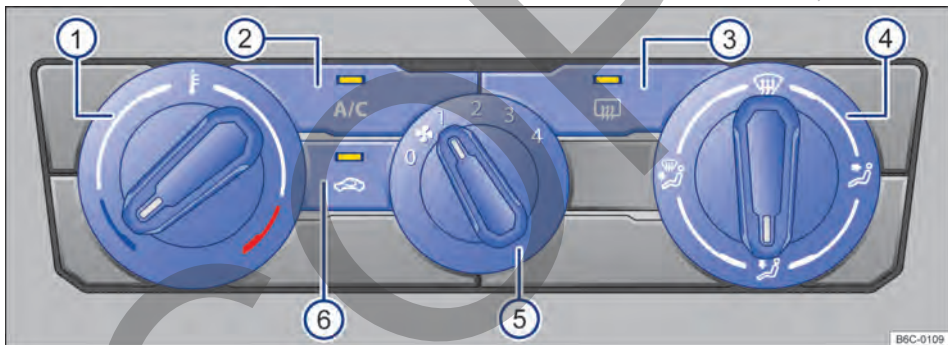

Fig. 80 Comandos del aire acondicionado.
- *Aire acondicionado*: girar el regulador del ventilador al nivel **0** → **fig. 80 ⑤**.
- *Aire acondicionado*: presionar el botón **A/C** → **fig. 80 ②** para encender y apagar el funcionamiento de la refrigeración.
- *Aire acondicionado*: girar el regulador giratorio izquierdo → **fig. 80 ①**.
- *Aire acondicionado*: girar el regulador del ventilador → **fig. 80 ⑤**.
- *Aire acondicionado*: presionar el botón **☞** → **fig. 80 ⑥**.
- *Aire acondicionado*: girar el regulador de la derecha → **fig. 80 ④** a la posición deseada.
- *Aire acondicionado*: girar el regulador derecho a la posición **☞** → **fig. 80 ④**.
- **Aire acondicionado:** presionar el botón  → **fig. 80** .